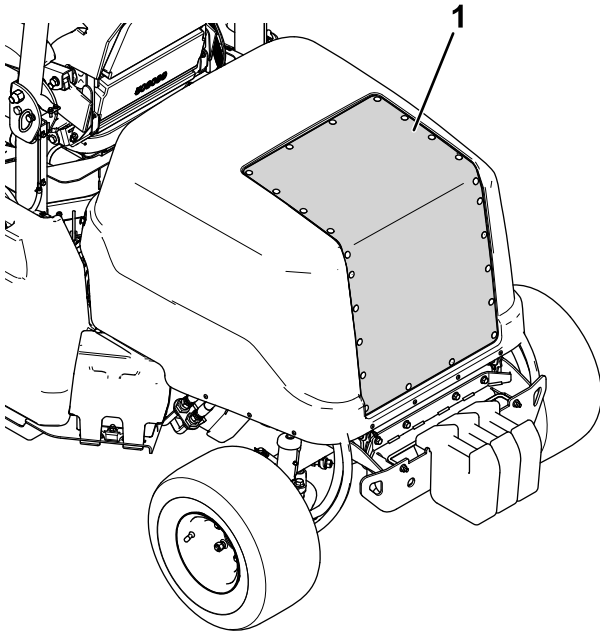

Bild 71
2. Reinigen Sie das Luftansauggitter mit Druckluft (siehe Bild 71). Richten Sie dabei die Druckluft vom Motorinnenraum nach außen.